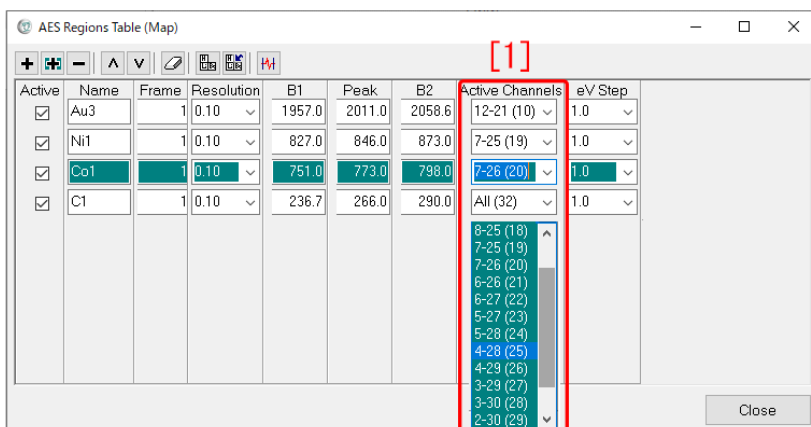

図 10.3 マッピングスペクトル指定画面
図 10.1 「[10] 周期律表ボタン」をクリックして周期律表を開き、元素記号のボタン (Au, Ni, Co, C) を左クリックして図 10.1 「[12]」のように、マッピングに用いるスペクトル領域が設定されている。原子記号を右クリックすると最強のピーク以外のピークを選択することもできるが、通常は左クリックでよい。「[12]」に設定されたオージェ電子ピークのいずれか (Au, Ni, Co, C) を選択して緑色になるようにしてから、「[11]」のボタンをクリックして開いたのが図 10.2 (a)Au, (b)Ni, (c)Co, (d)C である。それぞれの図で左右と中央に 3 つのスペクトル領域が設定されている。領域の範囲は、図 10.2 をクリック&ドラッグして変更できる。また、領域の幅は、図 10.1 「Resolution [13]」のプルダウンメニューで、0.05-0.4 の範囲で設定できるさらに、図 10.1 「[9]」をクリックして図 10.3 を開き、「[1] Active Channels」のプルダウンメニューで、チャンネル数をデフォルトの値 (32) から小さくすることで、エネルギー範囲をさらに絞ることができる。